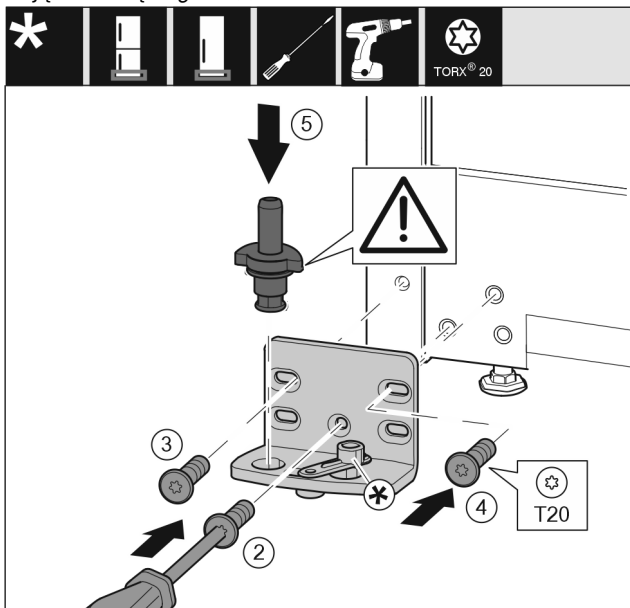

Fig. 15
- ▶ Płytkę zawiasu założyć z drugiej strony i przykręcić przy pomocy śrubokręta T20. Rozpocząć od śruby 2 dolnej umieszczonej na środku. Fig. 15 (2)
- ▶ Dokręcić śrubę 3 i 4. Fig. 15 (3,4)
- ▶ Założyć cały sworzeń płytki zawiasu. Przy tym zwrócić uwagę, by krzywka zatraskowa wskazywała do tyłu. Fig. 15 (5)